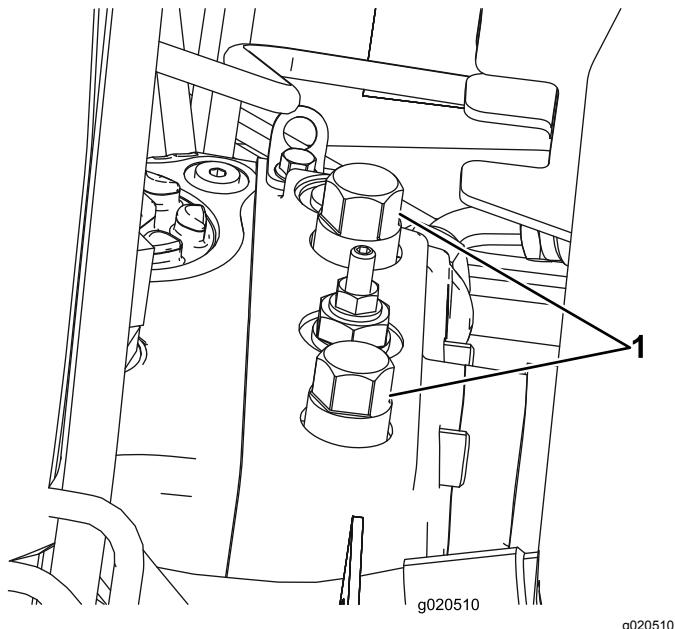

Figura 16
1. Levante el capó y localice las válvulas de desvío (Figura 16) en la parte superior de la bomba, detrás de la batería/cajas de almacenamiento.